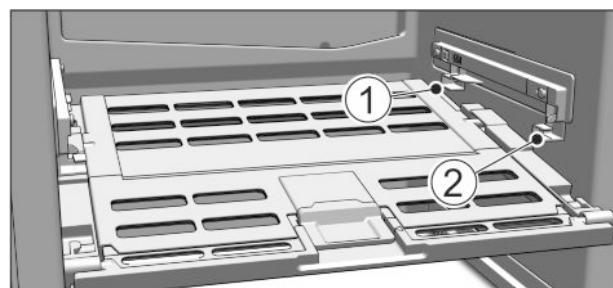

Fig. 16
- Установка крышки отделения с функцией для хранения овощей и фруктов Fruit & Vegetable-Safe: Вставить попечные ребра крышки через низ в задний держатель Fig. 16 (1) и защелкнуть спереди на держателе Fig. 16 (2).